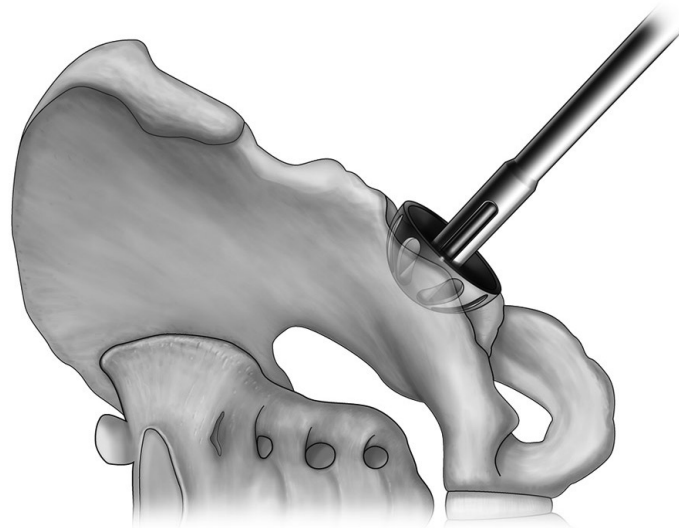

Figura 2
Paso 1. Ensamble el **cotilo de prueba** (121-00-48 a 121-00-68) en el **impactor del cotilo, recto** (121-01-00) e insértelo en el acetábulo fresado (*Figura 2*). La prueba con el cotilo de prueba servirá para establecer la precisión del fresado y también la posición final del implante en relación con el anillo periférico.